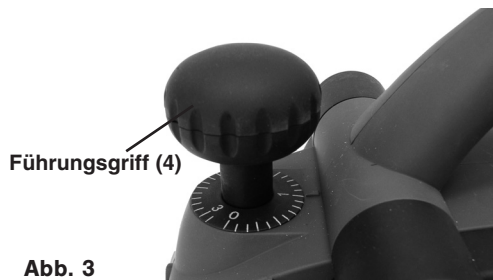

Abb. 3
5.4 SPANTIEFE EINSTELLEN (Abb. 3)
- Die Spantiefe kann am Führungsgriff (4) von 0 mm bis 3 mm eingestellt werden :